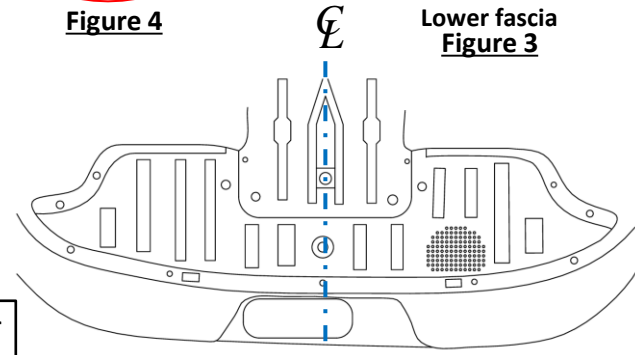

Figure 2
- 1. Remove Lower Fascia (Figure 2):**
1. Retirer le parement inférieur (figure 2):